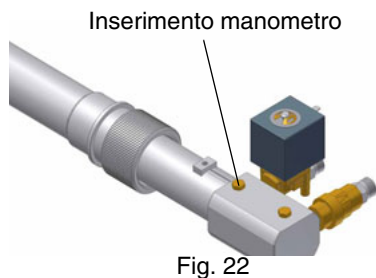

Fig. 22
- 9 La pressione di alimentazione ugello è già pre-tarata in fabbrica e non deve essere cambiata. Solo se necessario, regolare la pressione di alimentazione (vedi relativo paragrafo) nel modo seguente: inserire un manometro nella posizione indicata in Fig. 22 agire sulla vite di regolazione **VR** della pompa (vedi Fig. 21 e pag. 18) fino ad ottenere una pressione all'ugello pari a 20 bar (ugelli Berzonzo - vedere grafico a pag. 29);